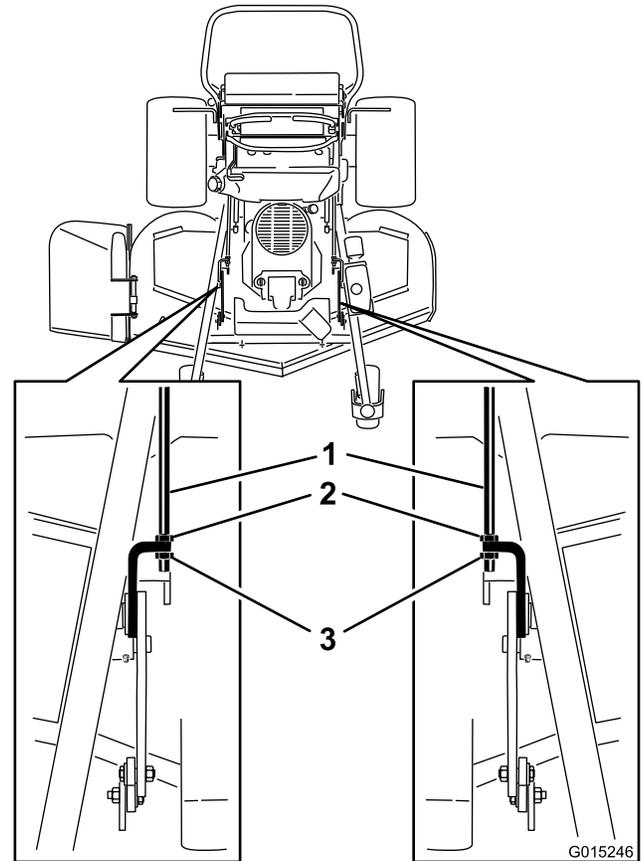

Figura 90
4. El peso de la carcasa del cortacésped debe descansar sobre los tres listones de madera (Figura 90). El reborde trasero de la carcasa del cortacésped está diseñada para estar 6 mm (1/4 pulgada) más bajo que el reborde delantero de la carcasa.
8. Si las dimensiones no son correctas, ajuste las tuercas delanteras y traseras en cada lado hasta obtener la inclinación longitudinal correcta (Figura 90).
2. Para carcasas de corte de 48 y 52 pulgadas (122 y 132 cm), afloje las tuercas delanteras y traseras de las varillas de ajuste (Figura 90).